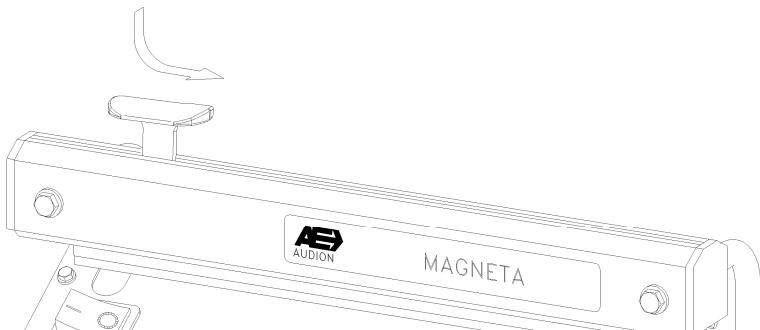

Fig. 1
6. Si nécessaire, on peut couper la partie au dessus de la soudure à l'aide du couteau pressant le bouton rouge et en le faisant passer d'un coté à l'autre du bras, lorsque celui-ci est abaissé (pendant la soudure). (fig. 1.).
6. Overskæring af folien sker ved at trykke knivholderen ned og føre denne på tværs af kæben under svejse- og køletiden. (fig. 1).
6. Vid avskärning: Pressa ned knivhållaren och för knivsläden snabbt över folien under tiden armen är i nedpressat läge (fig.1).
6. Folien kan kuttes ved å trykke den røde knivholderen på sveisearmen ned og samtidig skyve den til den andre siden av armen, mens denne er nede (fig.1).